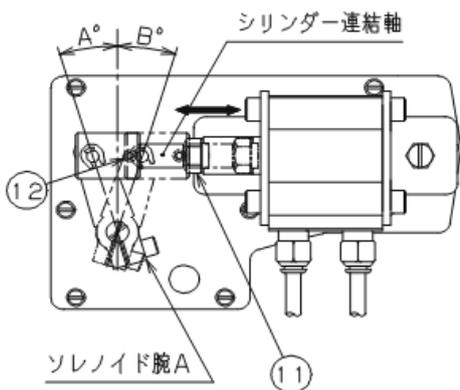

Fig.23
モーターの電源を入れ、ペダルを逆踏みしてエアシリンダーを動かします。この時、ソレノイド腕 A の作動角度 A, B が目視にて均等になっているか確認します。均等になっていない場合、シリンダー連結軸ナット①(1ヶ所)及びソレノイドカラー止めねじ②(1ヶ所)を緩めてシリンダー連結軸を回し、ソレノイド腕の作動角度 A, B が均等になるよう調整します。調整後、シリンダー連結軸ナット①(1ヶ所)及びソレノイドカラー止めねじ②(1ヶ所)を締付けます。(Fig.23)